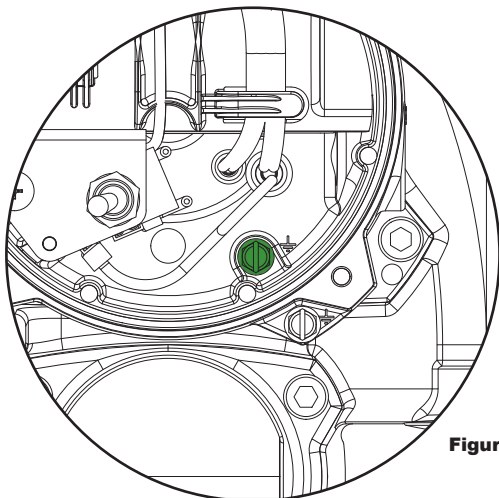

Figura 6
2. Conecte el cable a tierra utilizando el tornillo verde a tierra ubicado en el interior de la caja de conexiones (vea la figura 6). La conexión de puesta a tierra externa es solo complementaria si las autoridades locales permiten o exigen dicha conexión.